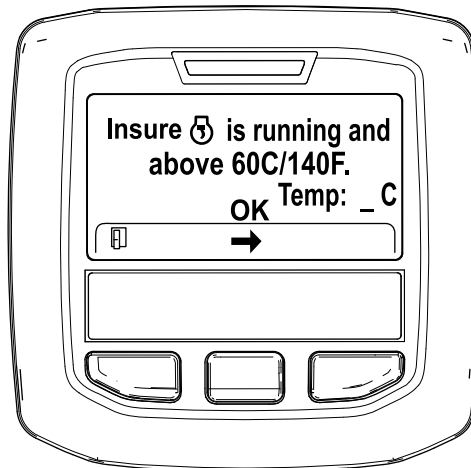

Рисунок 48
5. Если температура охлаждающей жидкости ниже 60 °C (140 °F), появится сообщение «Insure is running and above 60C/140F» («Убедитесь, что двигатель работает и температура выше 60 °C / 140 °F»). (Рисунок 48).